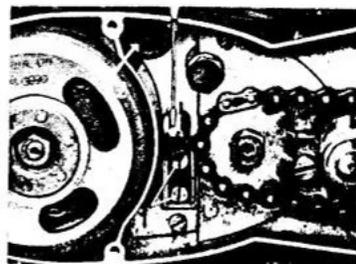

Abb. 16 1 = Befestigungsschrauben des Lagerbockes
- Lagerbock mit Kupplungshebel vom Gehäuse abschrauben (2 Senkschrauben M  $5 \times 12$ ) und Kupplungsseilzug nach der Seite aushängen (Siehe Abb. 16).